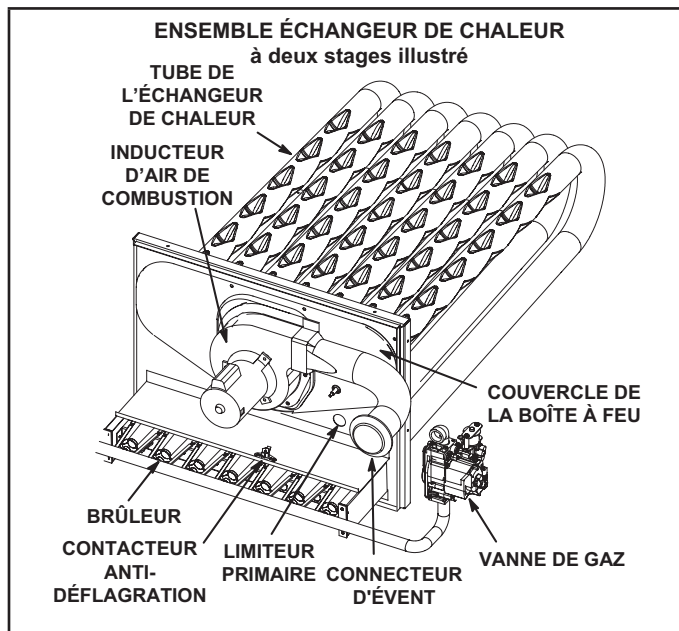

FIGURE 41
- 4 - Retirez et conservez les vis fixant l'inducteur d'air de combustion sur la boîte à feu. Retirez le connecteur d'évent. Reportez-vous à la FIGURE 41.
Les limiteurs sont réglés en usine et ne sont pas ajustables. Le limiteur primaire est situé à droite de l'inducteur d'air de combustion. Reportez-vous à la FIGURE 41.
Ce contact normalement fermé s'ouvre en cas d'augmentation de la température. Le limiteur de retour de flamme est réglé en usine et ne peut pas être réglé sur place. Reportez-vous à la FIGURE 41.